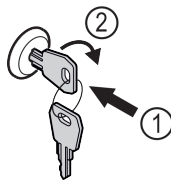

Fig. 123
- Vstavite ključ Fig. 123 (1).
- Ključ obrnite v smeri urnih kazalcev za 90° Fig. 123 (2).